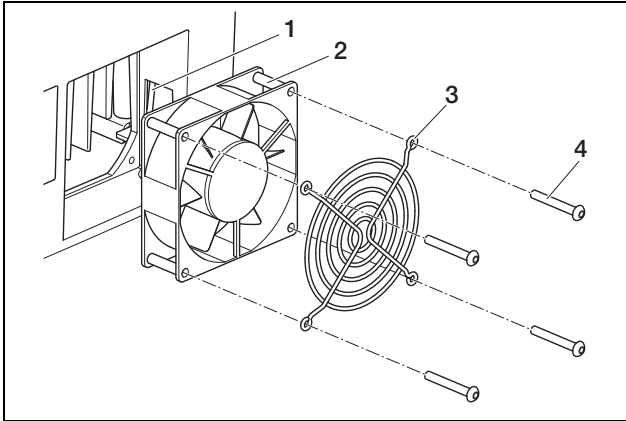

Abbildung 59: Lüfter ausbauen (PIKO 4.2/5.5)
- PIKO 4.2/5.5: Lösen Sie die Schrauben (4 in Abb. 59) und nehmen Sie das Lüftergitter und den Lüfter vorsichtig heraus.